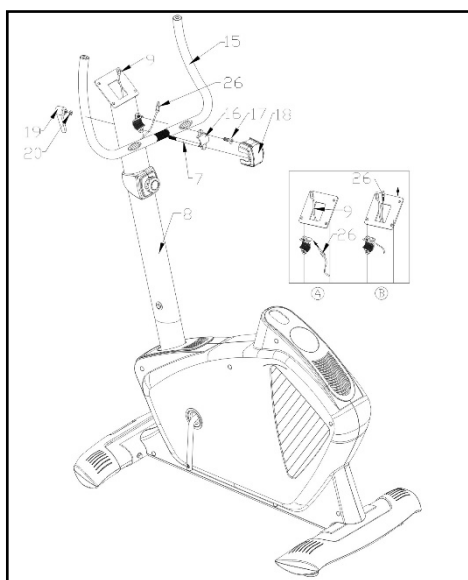

Рис. 5
Установите седло (23) на подседельный штырь (22), как показано на Рис.5, имея в виду, что отверстия на подседельном штыре идут в передней части седла, правильно расположите седло и надежно затяните гайки (24). Теперь вставьте подседельный штырь в отверстие на
Немного ослабьте ручку подседельного штыря (21), повернув ее против часовой стрелки, и потяните ее назад (Рис.5), отрегулируйте высоту седла в соответствии с упражнением, а затем отпустите ручку так, чтобы она снова вошла в одно из отверстий на подседельном штыре. Надежно затяните ручку (21), повернув ее по часовой стрелке.